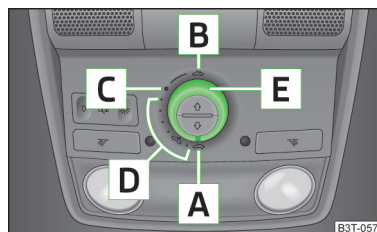
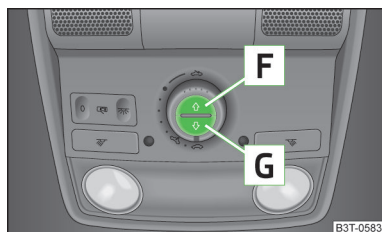

Fig. 29
Fig. 30
- Si par ex. la batterie a été débranchée et rebranchée, il se peut que le toit ouvrant coulissant/relevable ne fonctionne plus. Replacer ensuite le bouton rotatif en position **A** » fig. 29 à la page 47, le tirer et le maintenir au niveau de l'encoche vers le bas et l'avant. Le toit ouvrant coulissant/relevable s'ouvre et se referme au bout de 10 secondes environ. Relâcher le sélecteur seulement après.
- Si par ex. la batterie a été débranchée et rebranchée, il se peut que le store pare-soleil ne fonctionne plus. Tourner alors l'interrupteur sur la position **A** » fig. 29 à la page 47, et maintenir la touche **G** » fig. 30 à la page 48 enfoncée. Le store pare-soleil s'ouvre et se referme au bout de 10 secondes environ. Relâcher le bouton rotatif seulement après.
- Faire tourner le bouton sur la position **C** » fig. 29.
Les touches permettent de fermer et ouvrir le store pare-soleil » fig. 30.
- Pour une ouverture complète, appuyer brièvement sur la touche **F** » fig. 30.
- Pour une fermeture complète, appuyer brièvement sur la touche **G** » fig. 30.